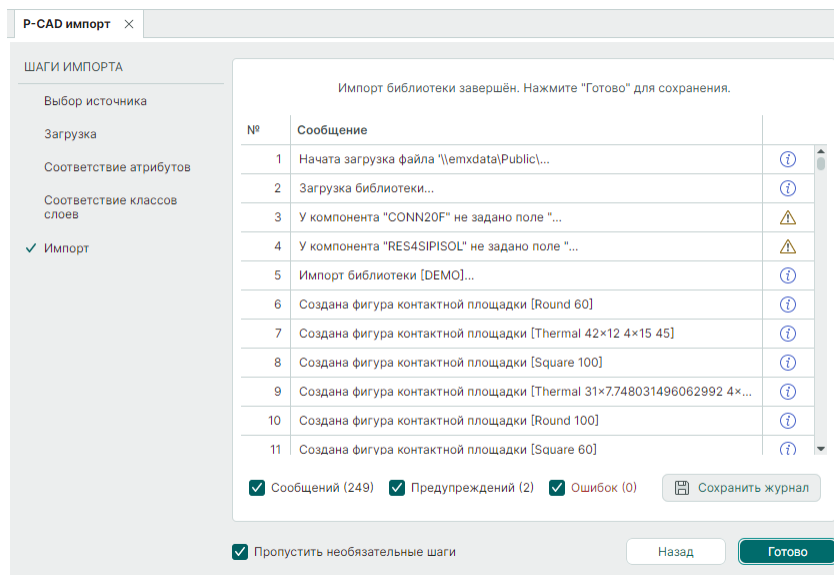

Рис. 14 Завершение операции импорта
10. Дождитесь завершения процесса. После завершения импорта файла система отобразит список сообщений, см. Рис. 14.